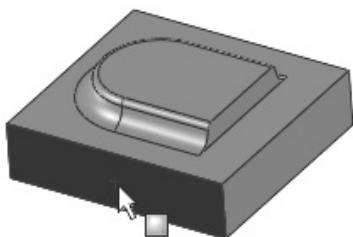
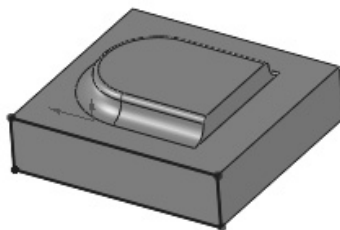

图 10-176 选择基准面
图 10-177 生成草图
⑦ 绘制草图。在实体上选择图 10-176 所示的面作为绘图的基准面，单击“草图”控制面板中的 (草图绘制) 按钮，然后单击“草图”控制面板中的 (转换实体引用) 按钮，将选择的矩形表面转换成矩形图素，如图 10-177 所示。